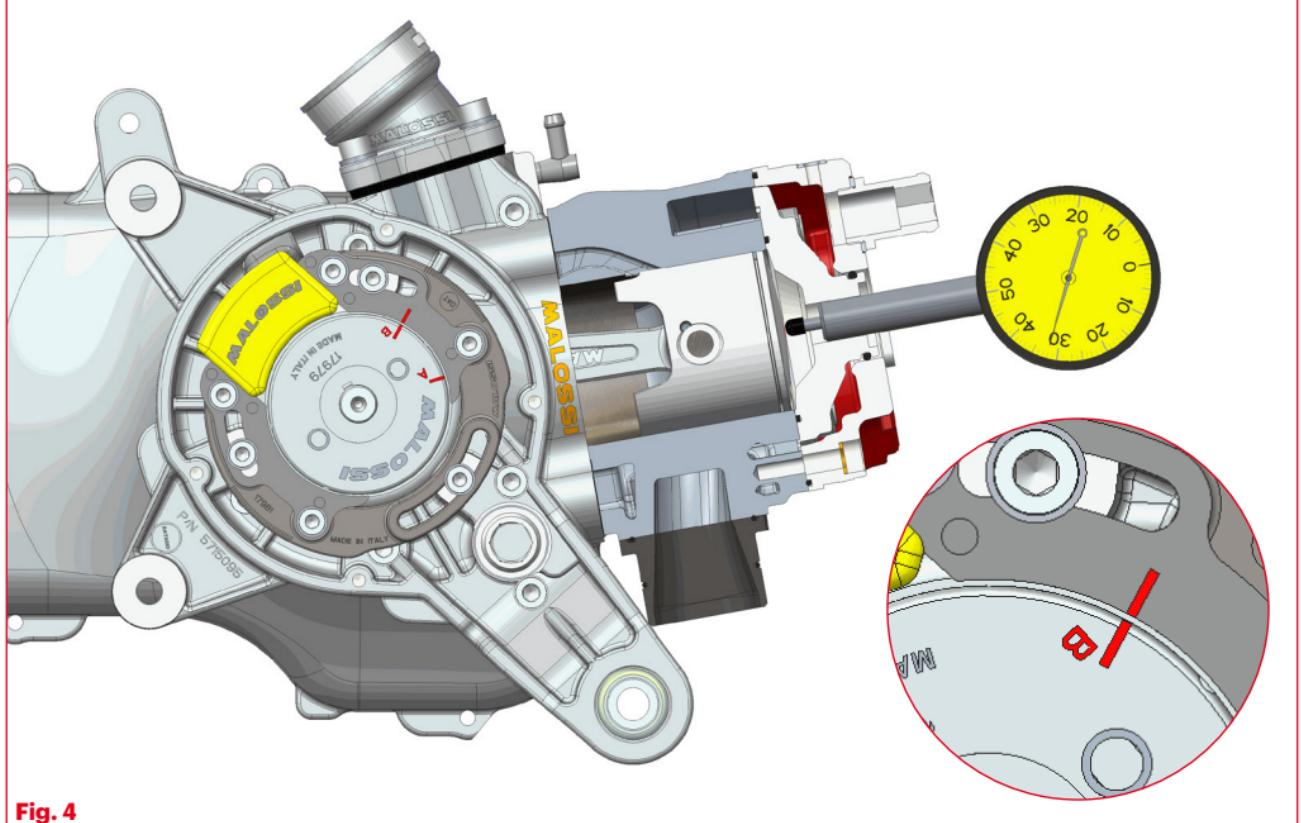

Fig. 4
Montaje y puesta en fase del encendido scooter (Fig. 4)
- (**Fig. 4**) Girar el motor en sentido antihorario hasta alcanzar el punto muerto superior y poner en cero el comparador verificando varias veces la exactitud de la operación.
- (**Fig. 4**) Girar el motor en sentido horario hasta alcanzar el punto muerto superior y poner en cero el comparador verificando varias veces la exactitud de la operación.